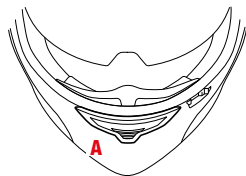

FIGURA 3
PRESA D'ARIA FRONTALE MENTONIERA – A – Figura 3/4
- Figura 3: presa d'aria completamente chiusa.